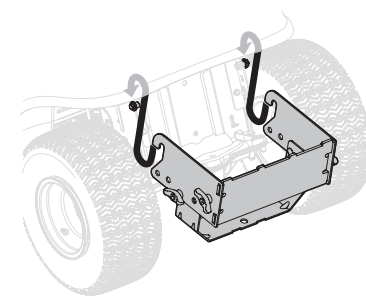

Figura 6
1. Coloque los extremos con gancho del conjunto de montaje sobre los pernos con reborde de las ménsulas LT-5 instalados previamente en la parte posterior del bastidor del tractor, como se muestra en la Figura 6, y alinee el orificio central de la ménsula de soporte de enganche con el orificio del enganche del tractor.